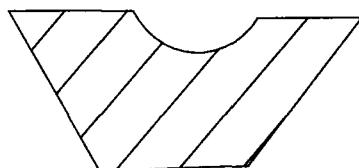
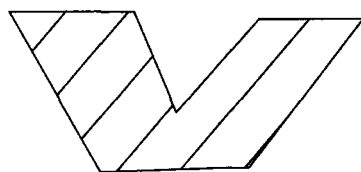

图 9 模型损伤断面示意图一
图 10 模型损伤断面示意图二
此损坏形状为光滑凹坑, 如图 9 所示。(2) 由于钢圈边碰伤、上下侧板及扇形花纹块碰伤而造成轮胎表面局部不平, 由此损坏形状为有棱有角, 如图 10 所示。